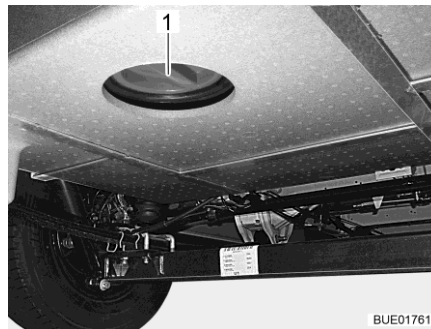

Fig. 291 Orificio de limpieza (depósito de aguas residuales)
- Abrir el orificio de limpieza (Fig. 291,1) del depósito de aguas residuales y la llave de desagüe.